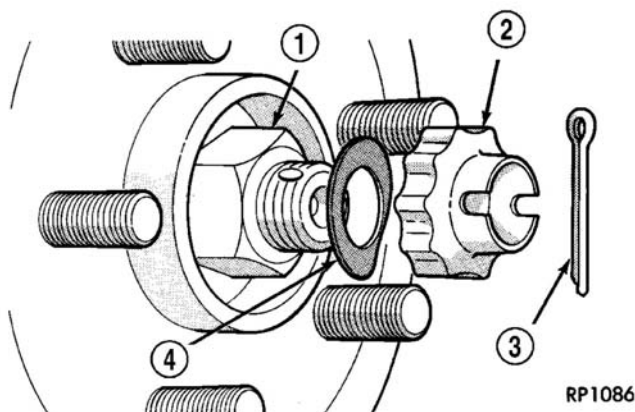
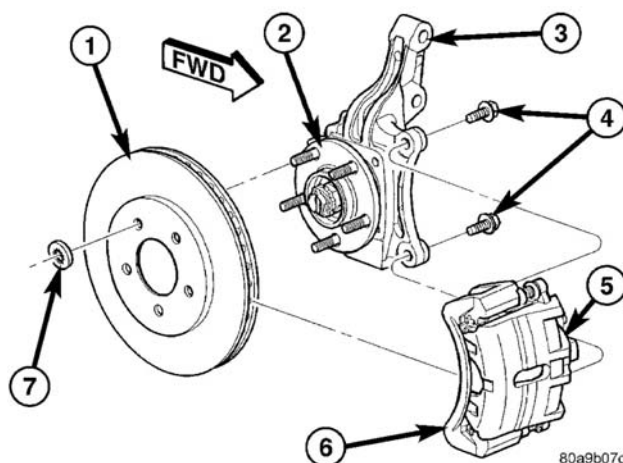
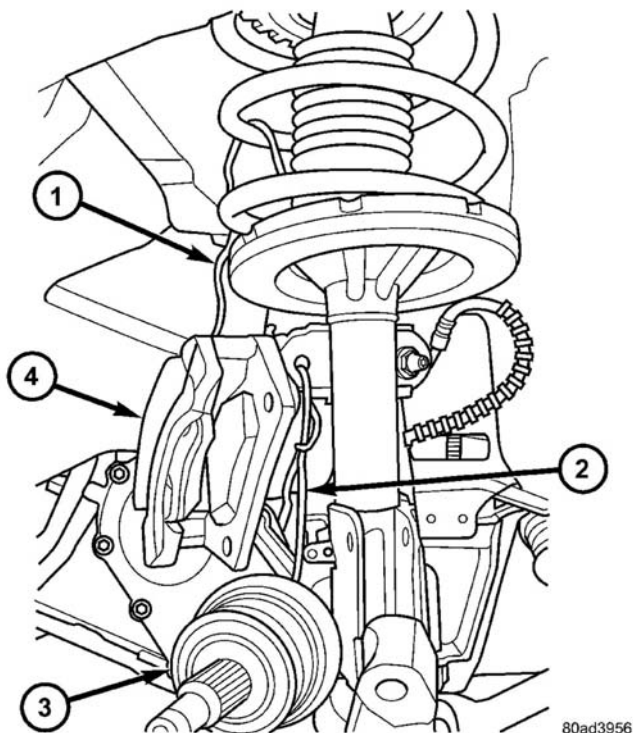
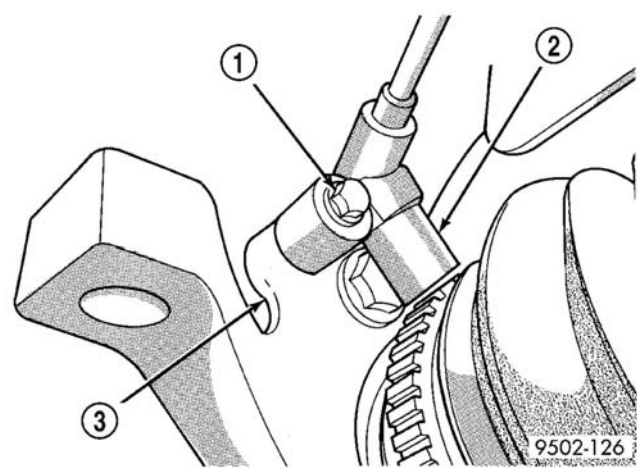

图 8 轮毂螺母
图 9 前制动安装
图 10 挂起的制动钳和驱动轴
图 13 前轮速度传感器
- (1) 升起车辆。（参见“润滑与保养—标准程序”）。
- (2) 从车上卸下车轮和轮胎总成。
- (3) 从短轴端和轮毂螺母上卸下开口销、锁紧螺母和弹簧垫圈（图 8）。
(4) 在助手帮助下施加车辆制动不让轮毂转动，松开并卸下轮毂螺母（图 8）
(5) 如图所示（图 9），将盘式制动器的制动钳和适配器作为一个总成从转向节上卸下。用松紧绳或铁丝将总成吊到一边（图 10）。**不得用制动软管吊起制动钳。**
(8) 若配备了防抱死制动系统，从转向节上卸下前轮速传感器（图 13）。
(9) 卸下转向节与滑柱 U 形支架相连的 2 个螺栓。
(10) 向外倾斜转向节，从轮毂和轴承上卸下驱动轴短轴。用松紧绳或铁丝直接向外吊起驱动轴（图 10）。不得用内万向节悬架驱动轴。
(7) 若配备了防抱死制动系统，将轮速传感器和固定螺栓安装到转向节上（图 13）。紧固车速传感器螺栓至 $7\text{ N} \cdot \text{m}$ (60 in.lbs.) 的扭矩。
(8) 将制动盘安装到轮毂和轴承上（图 9）。
(9) 将制动钳和适配器总成安装到转向节上。安装适配器固定螺栓并紧固至 $169\text{ N} \cdot \text{m}$ (125 ft.lbs.) 的扭矩。
(10) 将外等速万向节短轴上的碎屑清理干净。
(11) 在短轴上安装垫圈和轮毂螺母。
(12) 在助手的帮助下施加车辆制动，不让轮毂转动，然后紧固轮毂螺母至 $244\text{ N} \cdot \text{m}$ (180 ft.lbs.) 的扭矩。
(13) 将波状弹簧垫圈安装到短轴端。
(14) 安装轮毂锁紧螺母和一个新的开口销（图 8）。将开口销插脚牢固地缠在轮毂锁紧螺母的周围。
(15) 安装车轮和轮胎总成。按照正确的顺序安装并紧固车轮安装螺母，直至所有的螺母都拧紧到规定扭矩的一半。然后重复紧固顺序，直至所有螺母都达到规定的 $135\text{ N} \cdot \text{m}$ (100 ft.lbs.) 的扭矩。
(16) 降下车辆。
(17) 视需要设定前轮定位的外倾角和车轮前束。（参见 2 — 悬架 / 车轮定位—标准程序）